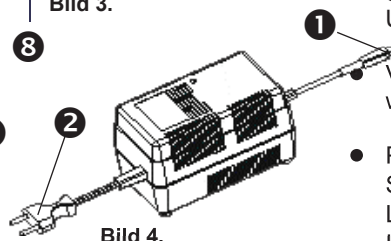

Bild 4.
Geladen wird der Akku über den 12 V Geräte-Niederspannungsanschluss (Bild 4). Beachten Sie die Hinweise zum Umgang mit dem Akku im Kapitel 9.3
Niederspannungskabel des Ladeteils (Bild 4, ①) an den Geräte-Niederspannungsanschluss anschließen. Netzstecker des Ladeteils (Bild 4, ②) in die Steckdose einstecken.